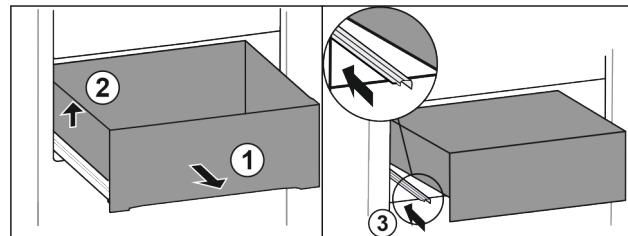

Fig. 92
- Витягніть висувний ящик до упору. Fig. 92 (1)
- Підняти висувний ящик ліворуч. Fig. 92 (2)
- Вставити ліву рейку. Fig. 92 (3)